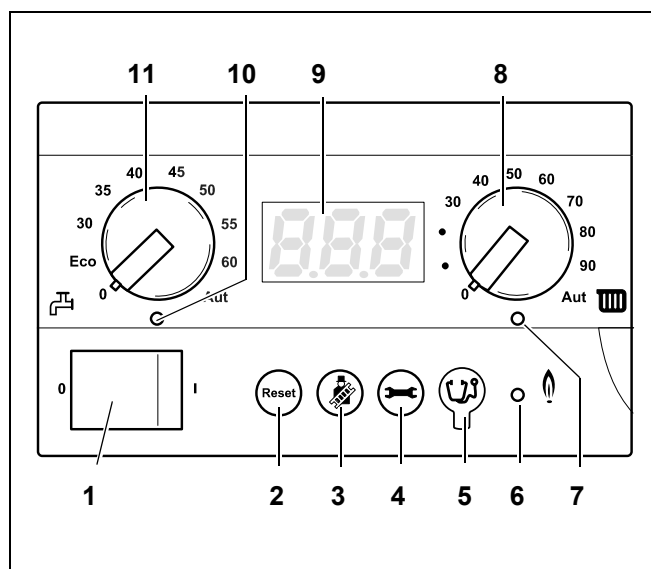

Рис. 6 Главный регулятор BC10
Ручкой задания максимальной температурой котловой воды (рис. 6, **поз. 8**) можно установить верхнюю границу температуры котловой воды. Ед. изм. - °C.
- Ограничьте значение максимальной температуры котловой воды при помощи ручки управления "максимальная температура котловой воды" (рис. 6, **поз. 8**) до допустимой температуры подающей линии отопительного контура пола (как правило, максимум 40 °C).
На дисплее (рис. 6, **поз. 9**) индицируется состояние и значения отопительной установки. В случае неисправности на дисплее отображается соответствующий код неисправности. При возникновении неисправностей, блокирующих работу котла, код неисправности мигает.
Ручкой для задания температуры горячей воды (рис. 6, **поз. 11**) устанавливается требуемая температура горячей воды в баке-водонагревателе. Ед. изм. - °C.
Светодиод "Приготовление горячей воды" (рис. 6, **поз. 10**) горит, когда требуется приготовление горячей воды и гаснет, когда приготовление горячей воды не требуется.